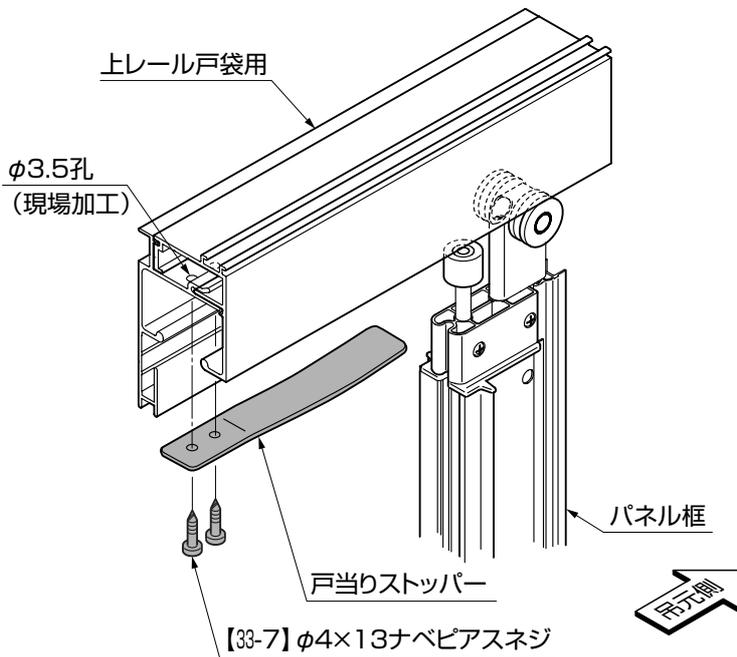

図6-1
- ①「**5 レールの取付け** 4.上レールA・上レール戸袋用の取付け **4-1 上レールの加工**」で加工した【20-3】で戸当りストッパーを取付けてください。(図6-1参照)